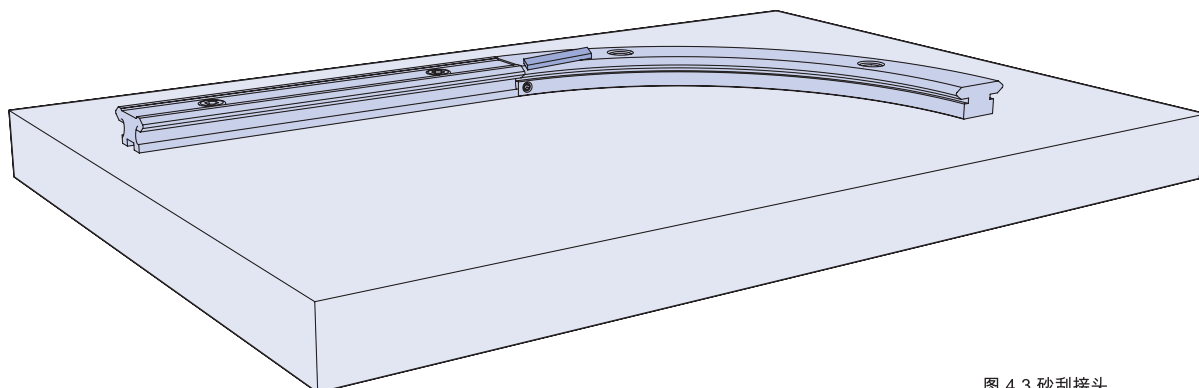

图 4.3 砂刮接头
4.3 就位后,可能需要润滑的油石轻微砂一下(图 4.3)。这样可去除少量材料,在轨道和节段之间生成一个协调的接合面。然后可使用承载滑座测试接头,以确认是否获得所需的质量。